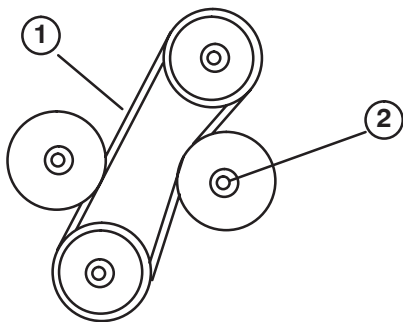

Bild 56
3. Bei einer Kraft von 22 N sollte sich der Riemen in der Mitte zwischen den Riemenscheiben 6 mm durchbiegen (Bild 56). Machen Sie bei einem falschen Durchbiegungswert mit Schritt 4 weiter. Wenn dies der Fall ist, machen Sie mit Schritt 5 weiter.
4. Lösen Sie die Sicherungsmutter, mit der die verstellbare Spannscheibe befestigt ist (Bild 56). Drücken Sie die Spannscheibe gegen den Riemen, bis die gewünschte Durchbiegung erreicht ist, und ziehen Sie dann die Sicherungsmutter der Spannscheibe an (Bild 56).
2. Lösen Sie die Sicherungsmutter, mit der die verstellbare Spannscheibe befestigt ist, schieben Sie die Scheibe vom Riemen weg und nehmen Sie den Riemen von den Scheiben (Bild 56).
3. Setzen Sie einen neuen Riemen ein und stellen Sie die richtige Spannung ein. Drücken Sie die Spannscheibe gegen den Riemen, bis sich der Riemen in der Mitte zwischen der oberen Scheibe und der stationären Spannscheibe bei 22 Nm um 6 mm durchbiegt. Ziehen Sie die Sicherungsmutter der Spannscheibe an, damit die Einstellungen beibehalten werden (Bild 56).